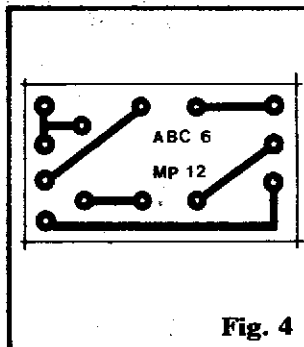

Fig. 4
- **FIG. 4** - Distribuição, em tamanho natural (escala 1:1) do padrão cobreado de ilhas e pistas do Circuito Impresso específico para a montagem do TUT (para simplificar, costumamos chamar isso de "lay out"...). Notem que o padrão é **tão** simples que mesmo quem **nunca** antes realizou uma plaquinha, não encontrará a menor dificuldade na sua confecção (tem que ler atentamente, antes, a Seção TRUQUES & DICAS de ABC nº 3, 4 e 5...). É **obrigatório** começar desde já essa prática, pois no futuro as placas irão ficando cada vez maiores e mais complexas, e quem não pegar as "manhas" agora, ficará eternamente dependente nesse importante aspecto construcional dos circuitos. Para quem estiver "chegando agora", ou for muito "distraído", é bom lembrar que as áreas negras representam a parte que **fica cobreada** ao fim do processo de confecção, enquanto que as áreas brancas indicam o fenolite "livre" de cobre, após a devida corrosão. Outro ponto importante (parece óbvio, mas **muita** gente se "entorta" nisso...) é que os componentes, numa placa de Circuito Impresso, ficam "no outro lado" (lado não cobreado...).